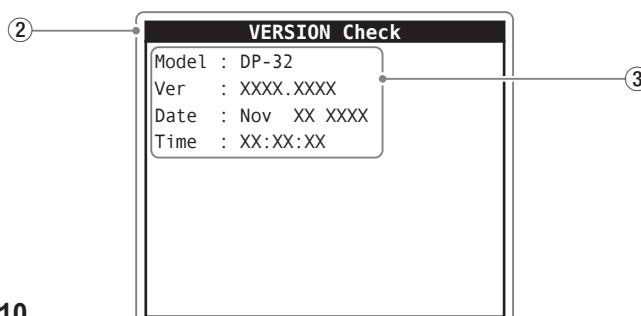

Fig 10
- Use the **JOG/DATA** dial to select the "**VERSION**" item (Fig. 10-a-①).
- Press the **JOG/PLAY** button to open the "**VERSION check**" screen (Fig. 10-a-②).
- カーソルを **JOG/DATA** ダイアルで操作し、[**VERSION**] 項目 (Fig10-①) を選択する。
- **JOG/PLAY** ボタンを押して、[**VERSION check**] 画面 (Fig10-②) に移動する。